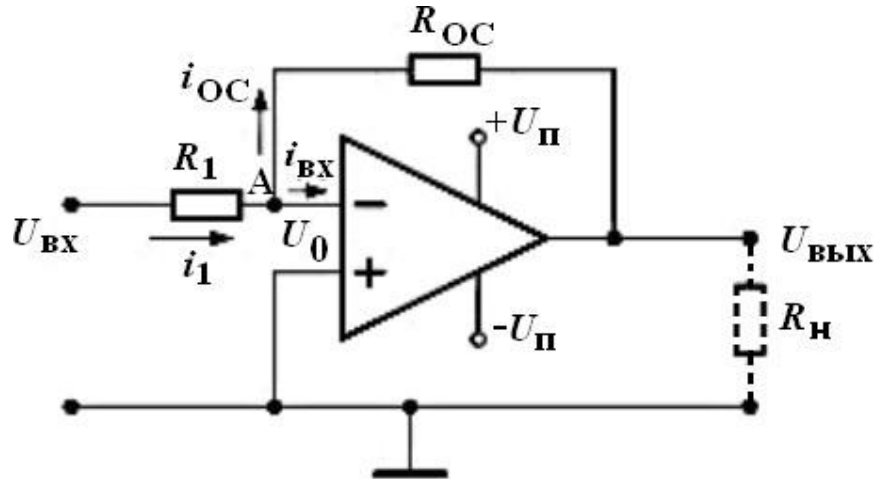

Рис. 5
5. В схеме инвертирующего усилителя на рис. 5 $R_1 = 560 \text{ Ом}$, $R_{OC} = 43 \text{ кОм}$, на выходе добавлено сопротивление нагрузки $R_H = 1 \text{ кОм}$, величина входного напряжения 0,1 В. Найти выходной ток микросхемы ОУ. Операционный усилитель считать идеальным.